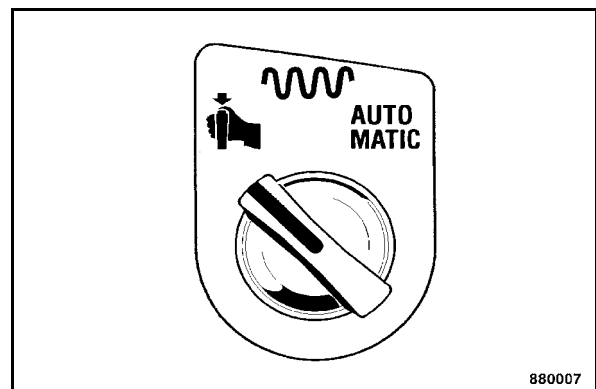

Fig. 73
- Tourner l'interrupteur rotatif de commande de la vibration "Manuel ou Automatic" (Fig. 73) vers la gauche sur le symbole "Manuel".